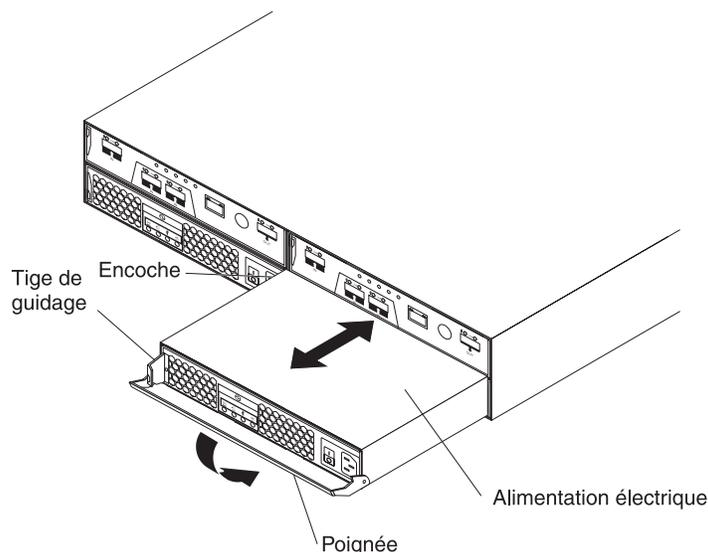

Figure 48. Remplacement d'une alimentation électrique
Pour remplacer une alimentation électrique, procédez comme suit. La figure 48, à la page 95 explique comment retirer une alimentation et mettre en place une nouvelle.
11. Tirez lentement sur la poignée pour l'écartier du boîtier et extraire l'alimentation électrique, comme illustré dans la figure 48.